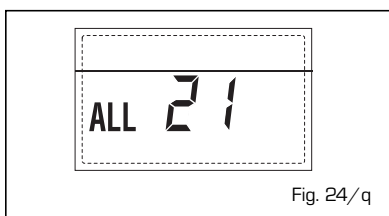

Fig. 24/q
**- INTERVENÇÃO TERMÓSTATO DE SEGURANÇA SEGUNDA ZONA MISTURADA "ALL 22" (fig. 24/r)**